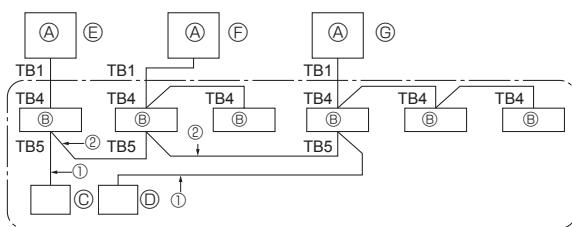

Fig. 9-1
① Alimentare l'impianto (interruttore automatico).
② Una volta che la valvola di arresto del gas si chiude, impostare lo switch SWP sul pannello di comando dell'unità esterna su ON. Il compressore (unità esterna) e i ventilatori (unità interna ed esterna) iniziano a funzionare e la fase di recupero del refrigerante comincia. I LED1 e LED2 sul pannello di comando dell'unità esterna sono accesi.
③ Poiché l'unità si ferma automaticamente circa due o tre minuti dopo il recupero del refrigerante (LED1 e LED2 sono accesi), accertarsi di chiudere velocemente la valvola di arresto del gas. Quando i LED1 e LED2 sono accesi e l'unità esterna è bloccata, aprire completamente la valvola di arresto del liquido e ripetere la fase ② dopo tre minuti.
④ Scollegare l'alimentazione (interruttore di circuito).
9. Controllo del sistema (Fig. 9-1)